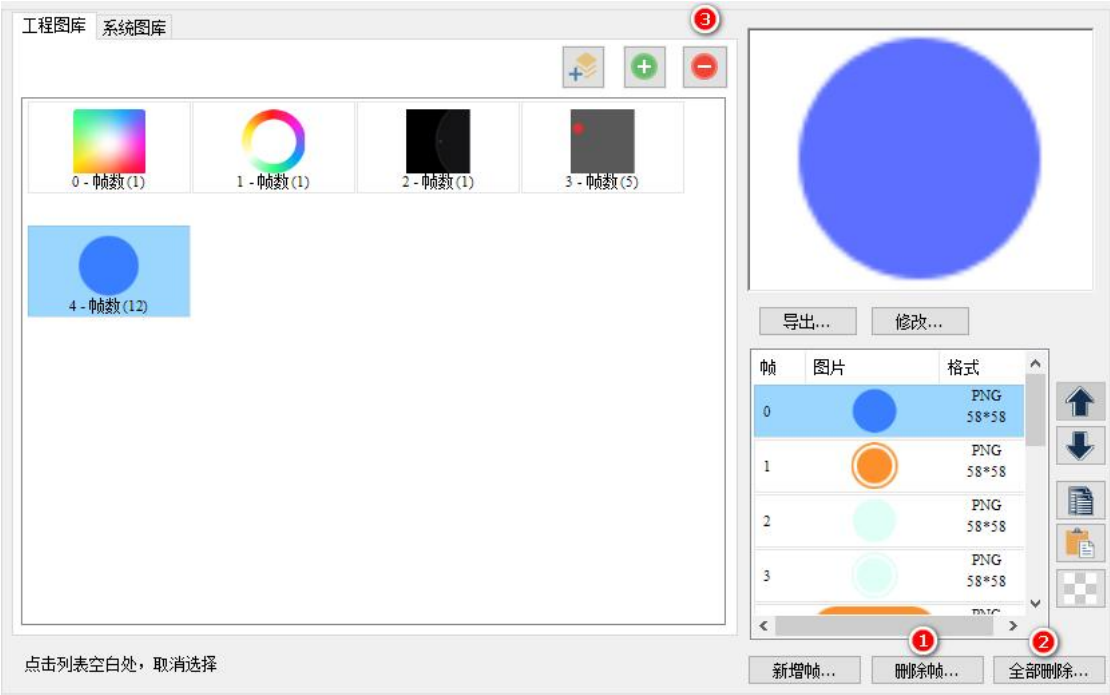
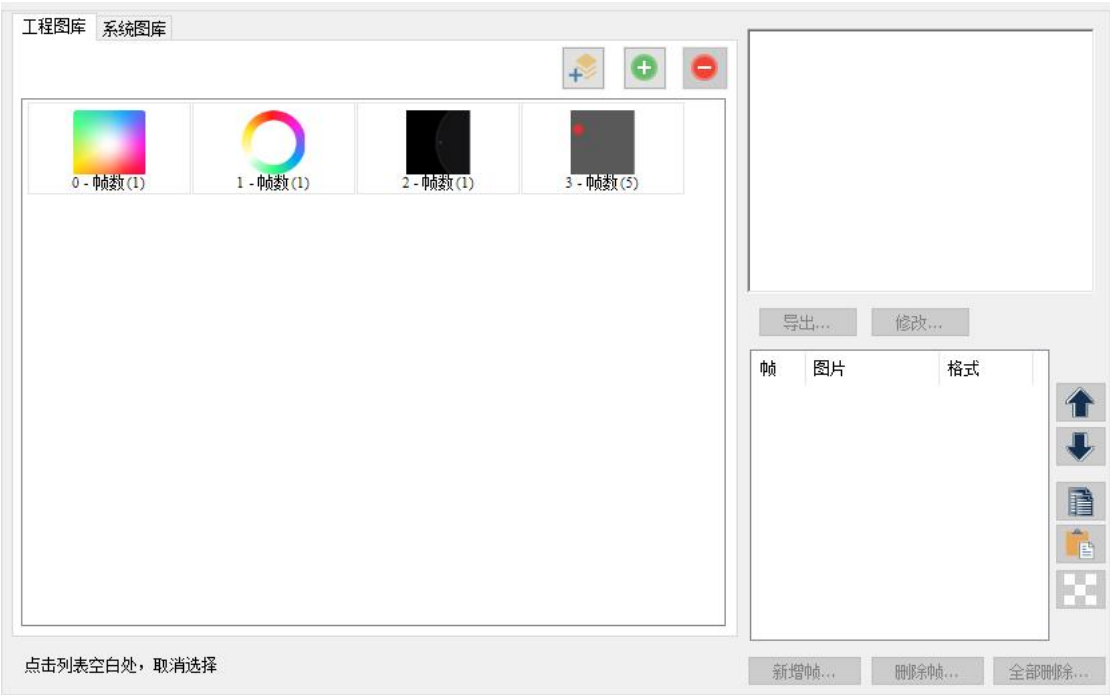

图 7-13 选中图库
图 7-14 删除图库
- 删除图标库：选中图标 4，按住键盘【Shift】，点击③，删除图标，如图 7-13 和图 7-14 所示；